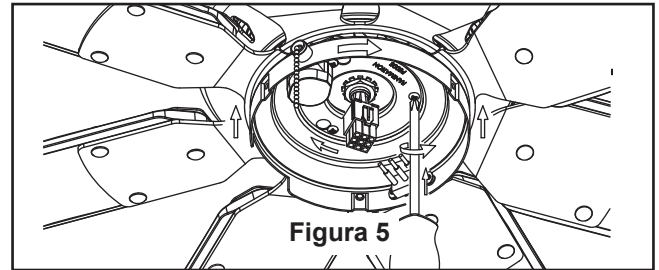

Figura 5
- 8. Retire uno de los tres tornillos del soporte. Ajuste la cubierta del soporte del interruptor a la brida de soporte rotando la placa y colocando correctamente los tornillos en los orificios de las ranuras. Instale el tercer tornillo en el orificio restante. Ajuste completamente los tres tornillos. (Figura 5)